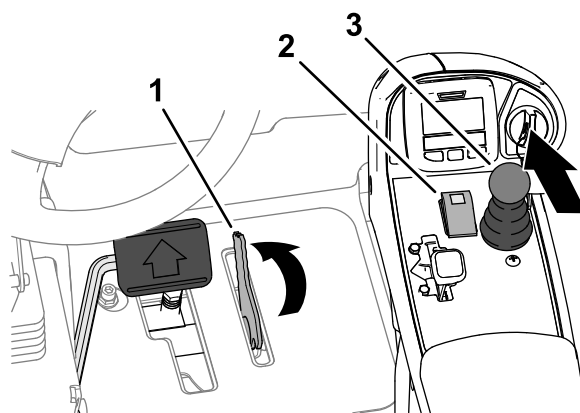

Figura 122
3. Gire la palanca del limitador de la velocidad de siega hacia adelante a la posición de SIEGA (Figura 122).